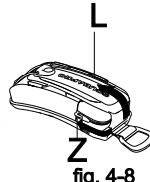

fig. 4-8
2. Fermez la poche. (fig. 4-8) Pour ce faire, il suffit de fermer la fermeture éclair (Z) et d'attacher le rabat de la poche.